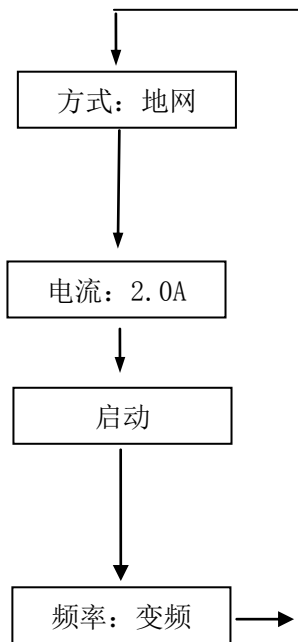

图 4
- 2) 按 **▶** 键可移动光标至各菜单项，并循环指示。被选中项反白字体显示。选择键的流程见图 4 所示。